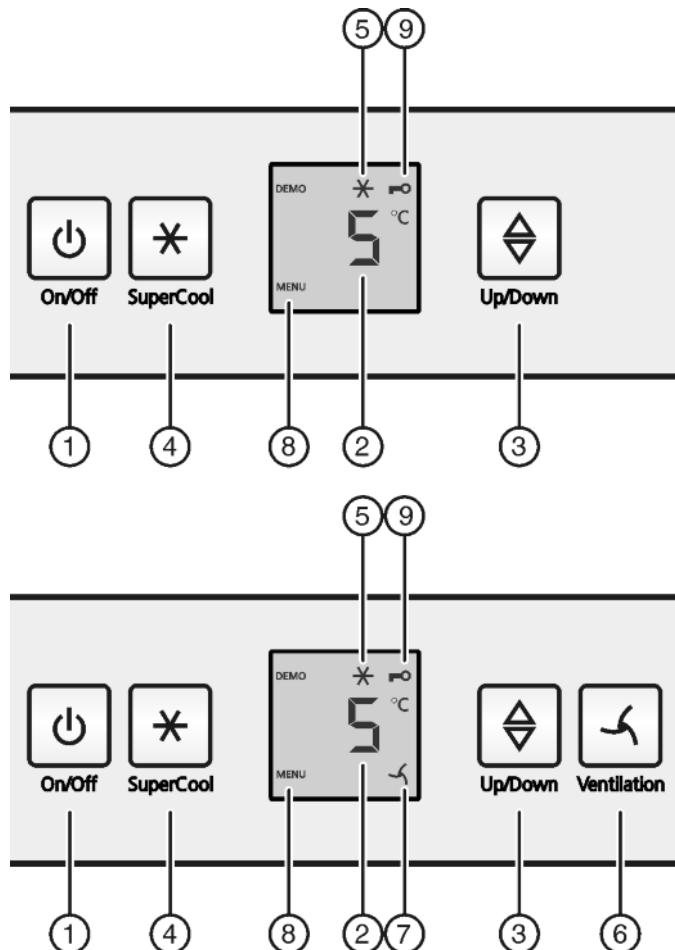

Fig. 2
- Нажать кнопку On/Off Fig. 2 (1).
- Нажмите кнопку «SuperCool» Fig. 2 (4) и удерживайте ее прим. 5 секунд.
- На индикаторе будет отображаться символ «Меню» Fig. 2 (8).
- Для подтверждения нажать и отпустить кнопку «SuperCool» Fig. 2 (4).
- На индикаторе горит символ «Защита от детей» Fig. 2 (9).
- Нажать и отпустить кнопку «On/Off» Fig. 2 (1).
- Активация модуля регулировки температуры: нажмите кнопку настройки Fig. 2 (3).
- Температуру меняйте ступенями по 1 °C: нажмайтe кнопку настройки Fig. 2 (3) до тех пор, пока на индикаторе температуры не будет высвечена требуемая температура.
- Коротко нажмите кнопку SuperCool Fig. 2 (4).
- На индикации горит символ SuperCool Fig. 2 (5).
- Символ SuperCool Fig. 2 (5) на индикации гаснет.
- Коротко нажмите кнопку "Вентиляция" Fig. 2 (6).
- Символ Вентиляция Fig. 2 (7) горит.